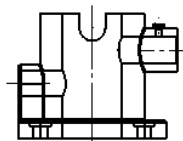

图 9.4.12 “线架图”显示模式
-  (线架图)：视图中的不可见边线以实线显示，如图 9.4.12 所示。